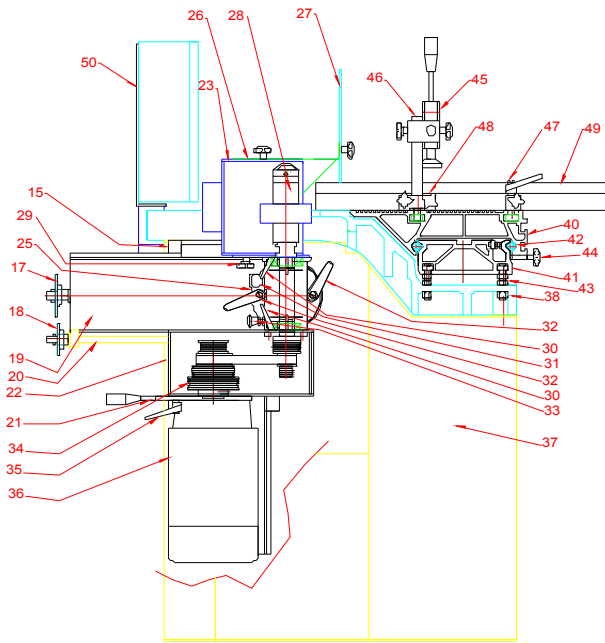

Bild 8
Montera på manöverpanel enl bild 8, pos 50
Montera anhållslinjal med vred, pos 49, se bild 8 och 6. Montera serieanslaget på linjal vid behov.